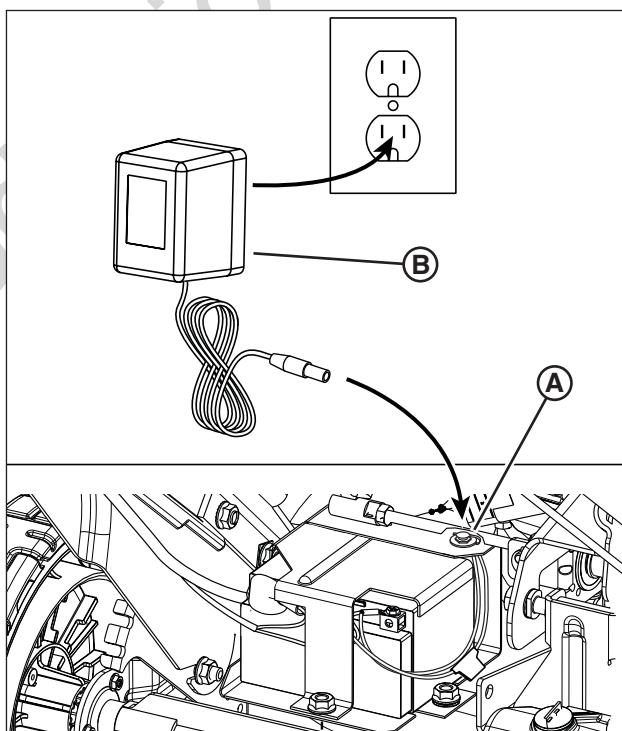

Figure 13 : Recharge de la batterie
1. Enlever le bouchon anti-poussière de la prise du chargeur (**A**, Figure 13).